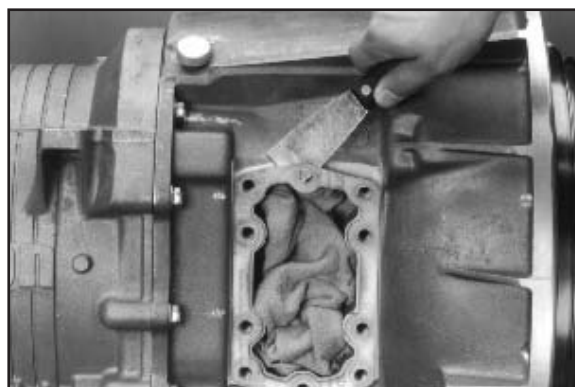

Fig. 3
3. Remueva la empaquetadura y limpie la superficie de la apertura (**Fig. 3**).